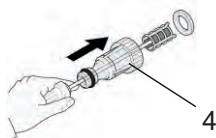

Fig. 33
- > Enlevez le connecteur du tuyau (4) de l'arrivée d'eau (5).
- > Utilisez un outil humide pour démonter le connecteur du tuyau (4) (Fig. 33).